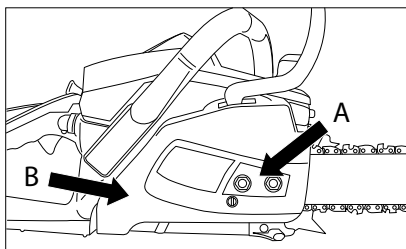

Fig. 5
3. Svitare entrambi i dadi (A), che fissano il pneumatico e il coperchio di protezione. Rimuovete il coperchio di protezione insieme al pannello del freno della catena (B) (fig. 5).